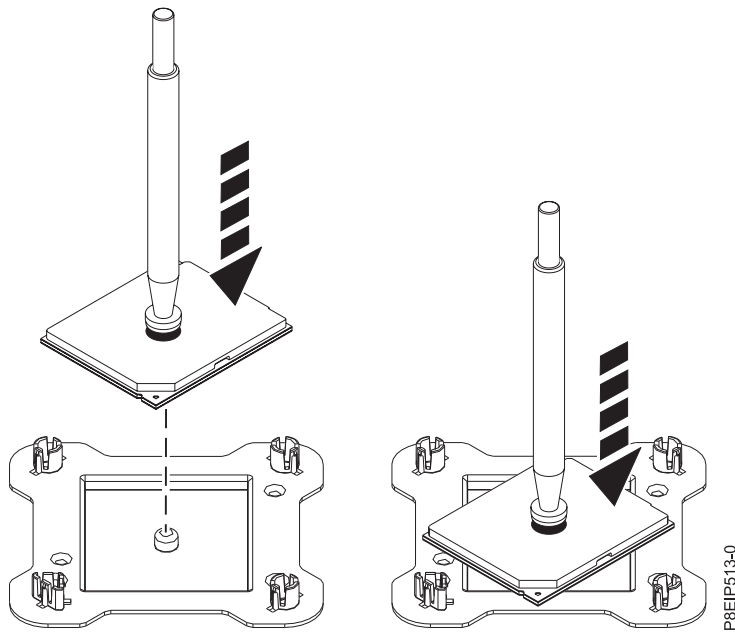

Figure 80. Positionnement du processeur en biais sur le couvercle de l'emballage
9. En maintenant le stylet d'aspiration, ôtez le stylet et le module processeur système du connecteur. Placez-les en biais sur le couvercle de l'emballage du module processeur système, comme illustré dans la figure 80, à la page 69. Le fait de placer le module processeur système en biais sur le couvercle de l'emballage du module processeur système facilitera la prise et le positionnement dans l'emballage une fois que le module processeur système aura été remplacé.